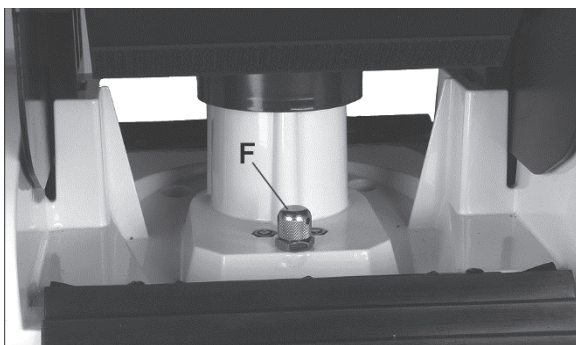

Abbildung 16
3. Die hintere Abdeckung öffnen und den Bereich um den Öldeckel säubern. Den Öldeckel (F, Abbildung 16) von d abschrauben und die Feder entfernen.
4. Den Behälter auffüllen, bis sich der Ölstand in der Mitte des Sichtglases (D) befindet.